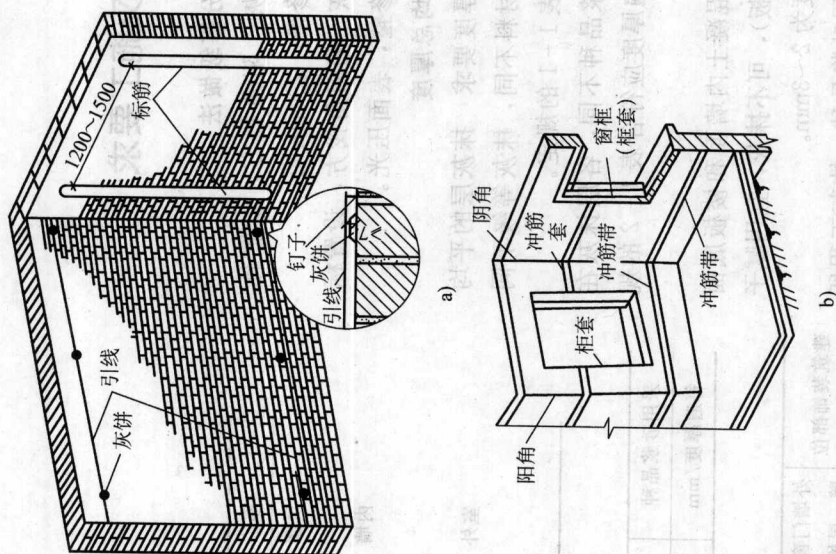

图 1-1 挂线做标准灰饼及冲筋
① 普通抹灰: 先用托线板检查墙面平整垂直程度, 大致决定抹灰厚度 (最薄处一般不小于 7mm), 再在墙的上角各做一个标准灰饼 (用打底砂浆或 1:3 水泥砂浆, 也可用水泥: 石灰膏: 砂 = 1: 3: 9 混合砂浆, 遇有门窗洞口垛角处要补做灰饼), 大小 5cm 见方, 厚度以墙面平整垂直决定, 然后根据这两个灰饼用托线板或线坠挂垂直做墙面下角两个标准灰饼 (高低位置一般在踢脚线上口), 厚度以垂直为准, 再用钉子钉在左右灰饼附近墙缝里, 拴上小线挂好通线, 并根据小线位置每隔 1.2~1.5m 上下加做若干标准灰饼 (图 1-1), 待灰饼稍干后, 在上下灰饼之间抹上宽约 10cm 的砂浆冲筋, 用木杠刮平, 厚度与灰饼相平, 待稍干后可进行底层抹灰。
② 高级抹灰: 先将房间规方, 小房间可以一面墙做基线, 用方尺规方即可, 如房间面积较大, 要在地面上先弹出十字线, 以作为墙角抹灰准线, 在离墙角约 10cm 左右, 用线坠吊直, 在墙上弹一立线, 再按房间规方地线 (十字线) 及墙面平整程度向里反线, 弹出墙角抹灰准线, 并在准线上下两端排好通线后做标准灰饼及冲筋。